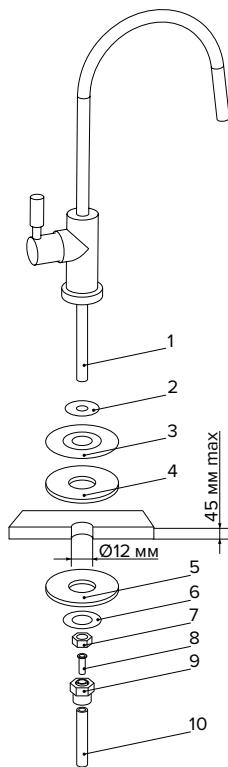

Рис. 4. Схема установки крана для чистой воды
- Просверлите в мойке (столешнице) отверстие диаметром 12 мм (рис. 4).
- Наденьте на резьбовой хвостовик (1) крана резиновую прокладку (2), декоративную подставку (3), резиновую прокладку (4) и вставьте кран в отверстие мойки.
- Снизу столешницы наденьте на резьбовой хвостовик пластиковую (5) и металлическую
- стопорную (6) шайбы и наверните крепежную гайку (7).
- В резьбовой хвостовик крана вставьте трубку (10) концом с запрессованной металлической втулкой (8) и наверните накидную гайку (9) до упора. Проверьте прочность закрепления трубы: при усилии 8–10 кгс трубка не должна вытаскиваться.